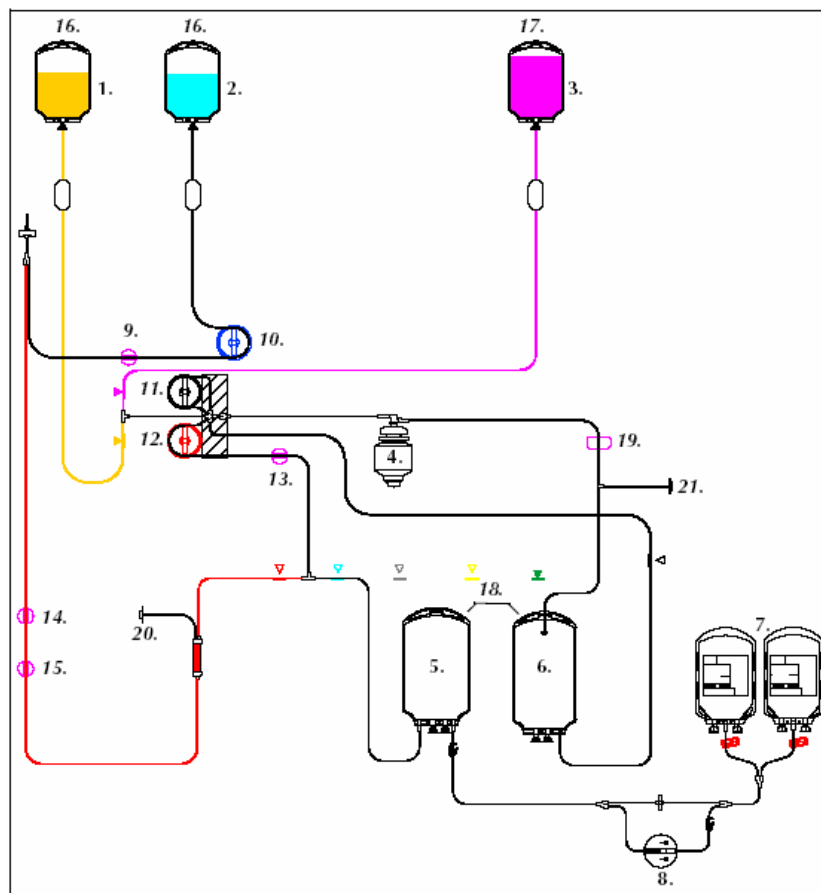

Рис.4
24. Проверить установку сета см. Рис. 4